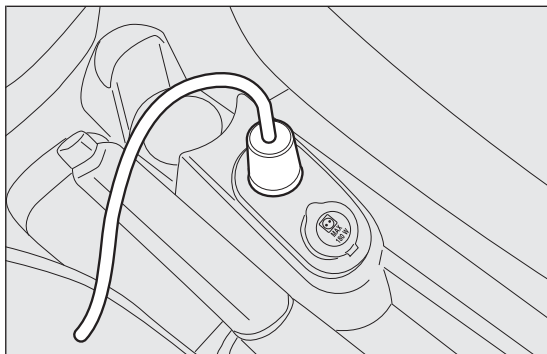
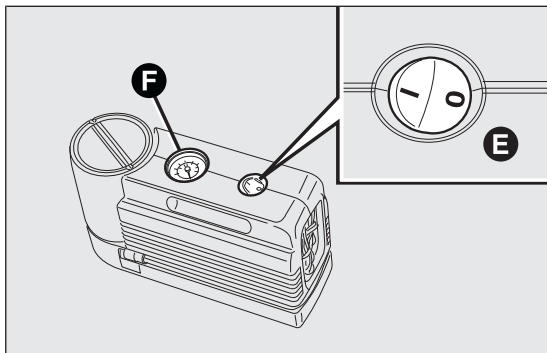

fig. 129
fig. 130
- ☐ asegurarse de que el interruptor E fig. 130 del compresor esté en posición 0 (apagado), poner en marcha el motor, conectar el enchufe D fig. 129 en la toma del encendedor y accionar el compresor colocando el interruptor E fig. 130 a la posición I (encendido). Inflar el neumático a la presión indicada en el apartado "Presiones de
inflado en frío", en el capítulo "Datos técnicos". Para obtener una lectura más precisa, se recomienda controlar el valor de la presión en el manómetro F fig. 130 con el compresor apagado;